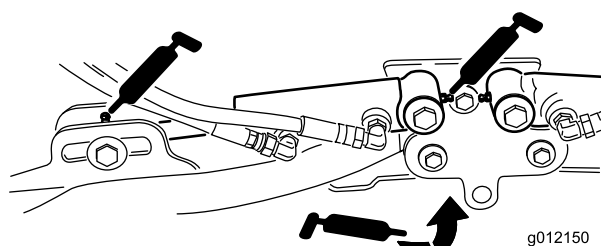

Рисунок 54
- Цилиндры подъемного рычага режущего блока (по 2 шт.) (Рисунок 54)
- Оси поворота подъемного рычага (по 1 шт.) (Рисунок 54)